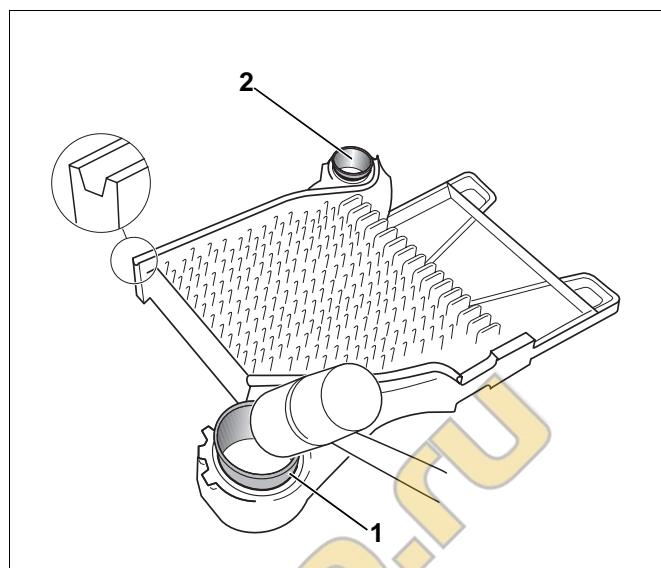

Рис. 8 Установка ниппеля
- Вставить ниппели (рис. 8, **поз. 1 и 2**) в ступицы конечной секции и забить их молотком сильными ударами крест-накрест.
- После забивания верхний (рис. 8, **поз. 1**) и нижний (рис. 8, **поз. 2**) ниппели должны выступать из ступицы примерно на 30 мм.
- При образовании заусенцев на ниппелях (рис. 8, **поз. 1 и 2**) удалить их напильником.